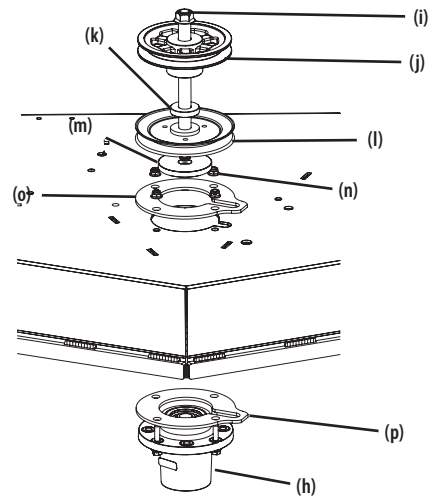

Figura 45
10. Retire el perno hexagonal (i), la polea de transmisión (j), la arandela (k), la polea de husillo (l) y el espaciador (m) del conjunto del husillo delantero (h). Consulte la Figura 45.
11. Retire las cuatro tuercas de seguridad con brida que fijan la (n) placa de soporte superior (o), la placa de soporte inferior (p) y el conjunto del husillo delantero (h) a la plataforma. Consulte la Figura 45.